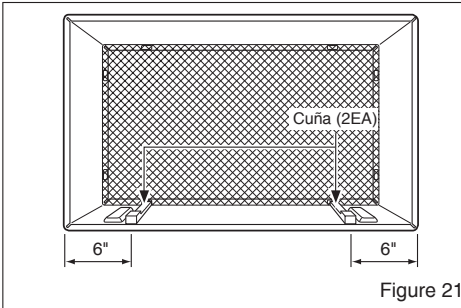

Figure 21
- 7** Para lograr una pendiente de posterior para el drenaje de la unidad, retire el envoltorio de las cuñas de 8-1/2" y acóplelas según se muestra a continuación en la FIG. 21. Coloque el extremo más alto de la cuña en la parte frontal de la base del soporte de pared.